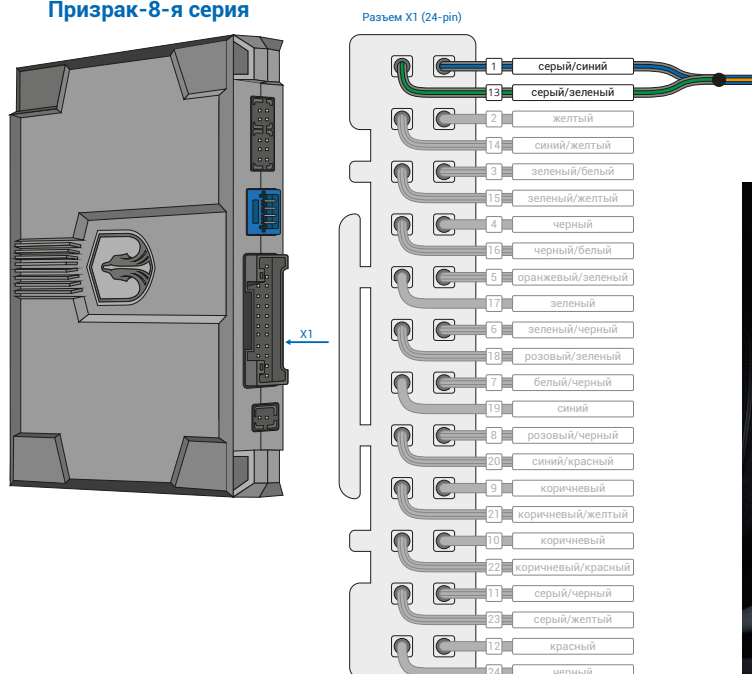
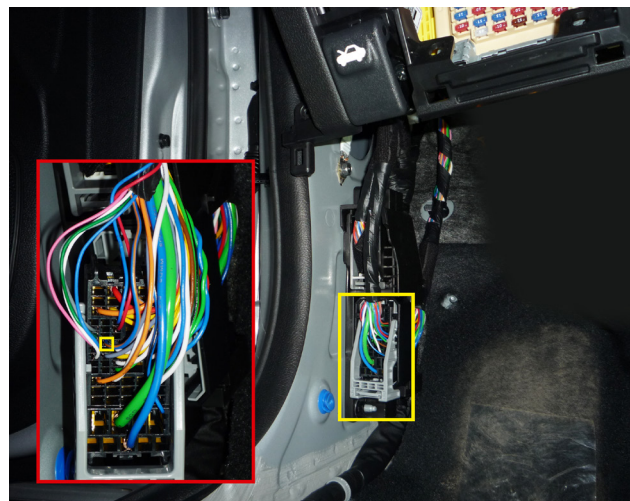

Рис.1 Призрак-8-я серия
Рис.2 Место подключения (синий/оранжевый провод)
2. Объедините между собой серый/синий провод (контакт №1) и серый/зеленый провод (контакт №13), находящиеся в разъеме X1 (см. рис.1). Подключите их к шине данных а/м: синий/оранжевый провод в разъеме за левой кик панелью (см. рис. 2).